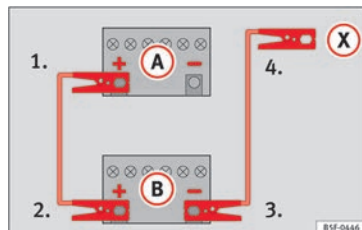

Fig. 67 Schéma de branchement pour les véhicules non équipés du système Start-Stop.
» fig. 67.
3. Raccordez l'autre extrémité du câble de démarrage *rouge* à la borne positive (+) du véhicule fournissant le courant (B).
4. *Sur les véhicules sans système Start-Stop* : raccordez une extrémité du câble d'urgence *noir* à la borne négative (-) du véhicule fournissant le courant (B) » fig. 67.